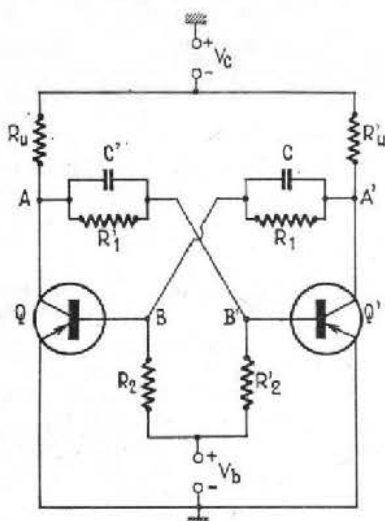

FIG. 21. — Multivibrateur symétrique bistable
Nous voyons donc que le montage de la figure 21 possède deux états stables :
**G. 2 Description du montage.** Il est réalisé à partir de deux montages, tels que celui de la figure 20 (voir précédent article, dans le numéro 1 082), disposés symétriquement, la tension  $V_1$  de l'un étant égale à la tension collecteur  $-V_{ec}$  de l'autre. Si l'on garde la même notation d'indice qu'à la figure 20, en affectant de l'exposant tout ce qui se rapporte à l'étage de droite, on obtient le montage de la figure 21. Cet exposant n'a pour but que de bien séparer ce qui se rapporte à chacun des étages; le montage étant symétrique, nous avons en effet :